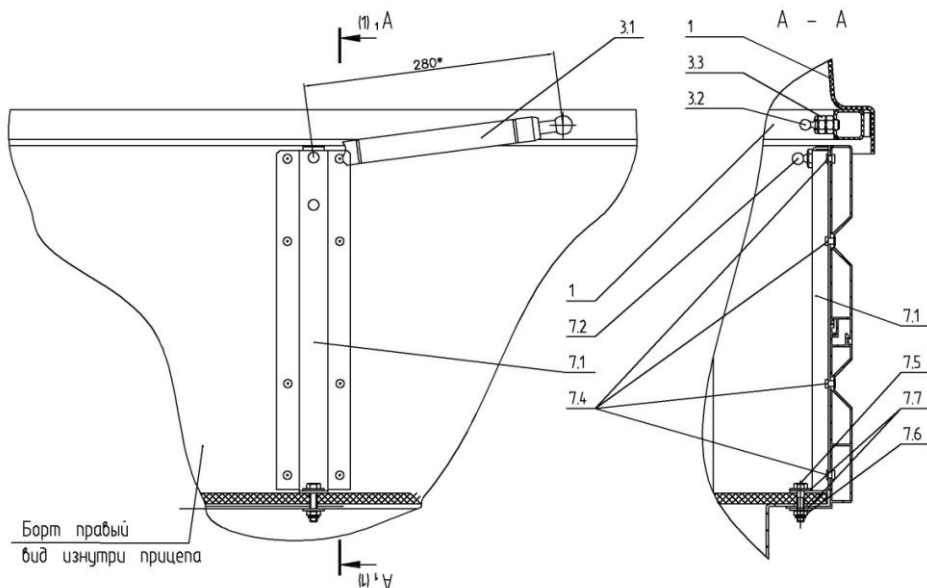

Рисунок 2.
11. Прикрутить верхние шаровые шарниры 3.2 через дистанционные гайки 3.3 (рис. 2, сечение А-А).
13. Закрепить стойку газовых упоров, **сначала к полу прицепа** болтами М6х25 (затянуть гайки усилием 12 Н/м.), потом вытяжными заклёпками ф4,8х10 (верхний и нижний ряд заклёпок вставляется изнутри прицепа а средние ряды снаружи), как показано на рис.2д.